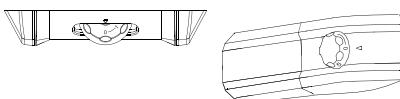

Fig.13
1) Ruotare la manopola sulla posizione "0". (fig.13)